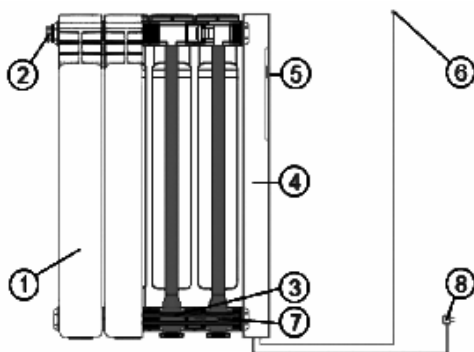

Рис.1
5. Не забудьте вынуть проводной датчик контроля температуры (**рис.1**), который сложен между секций радиатора.
Нагревательный элемент (3) (ТЭН) (рис.1), расположенный внутри радиатора (1) по всей его длине, равномерно нагревает теплоноситель (соответственно, и радиатор) до заданной температуры, контролируемой встроенным цифровым термодатчиком (7). При достижении заданной температуры воздуха в помещении, контролируемой выносным цифровым датчиком (6), электрорадиатор переходит в режим ожидания.